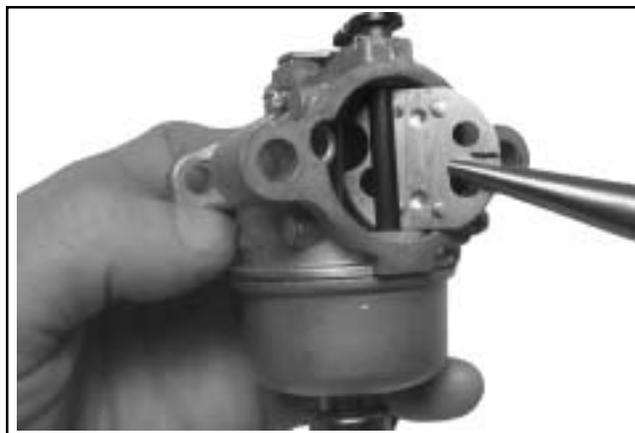

Figura 5-8. Rimozione della piastra dello starter.
2. La piastra dello starter è inserita in una scanalatura nell'albero dello starter. Afferrare la piastra dello starter con un paio di pinze ed estrarla dalla scanalatura. Vedere Figura 5-8.